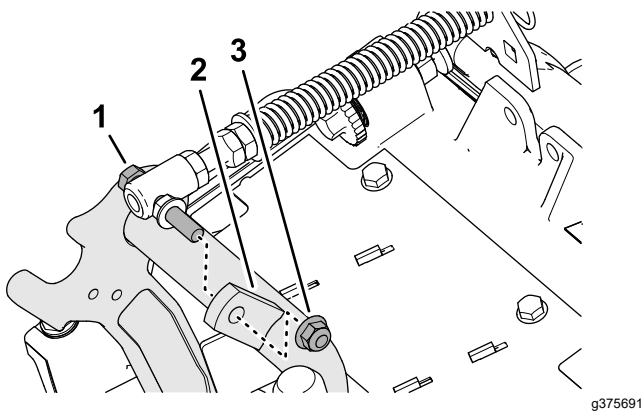

Рисунок 19
- Отверните фланцевую контргайку (3/8 дюйма), которая крепит колпачковый винт пружины компенсации состояния грунта к правому выступу несущей рамы, и снимите пружину компенсации с режущего блока (Рисунок 19).